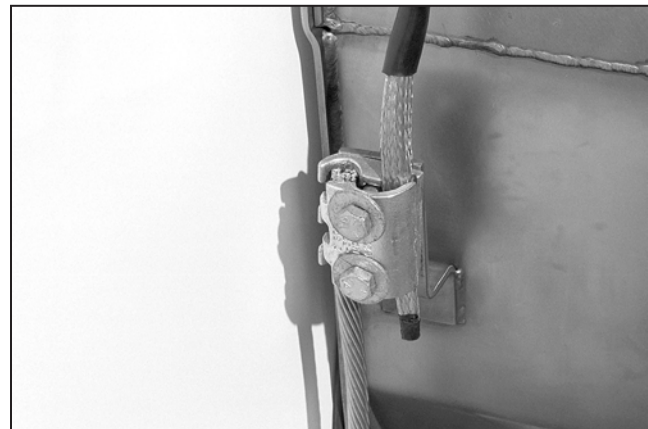

Figura 54. Conecte el cable blindado a la tierra del tanque.
- PASO 2.** Conecte el adaptador de conexión a tierra del tanque y el que está en el interior del gabinete a la instalación del sistema de tierras según las prácticas de conexión a tierra que acostumbre el usuario. Ver Figura 54. Utilice cables de un calibre equivalente a 4/0 (o cables de un calibre acorde a lo que acostumbre el usuario) ya sea en una conexión sencilla o múltiple para conocer la capacidad momentánea máxima del interruptor. En una conexión múltiple, no se deben utilizar cables de un calibre menor a 1/0.